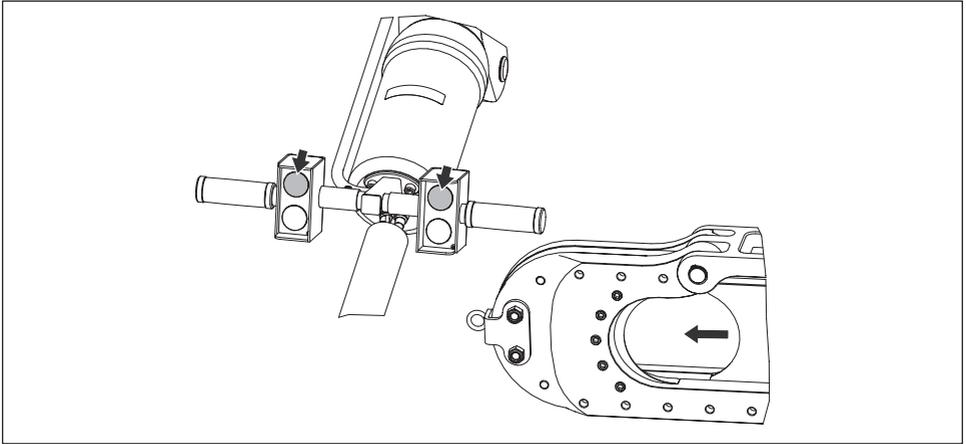

Abbildung 9, Betrieb - Ausfahren/Schneiden
- Drücken Sie die beiden Druckschalter **Ausfahren**, und halten Sie diese gedrückt, um den Kolben auszufahren und das bewegliche Messer nach vorn zu schieben. Siehe Abbildung 9.